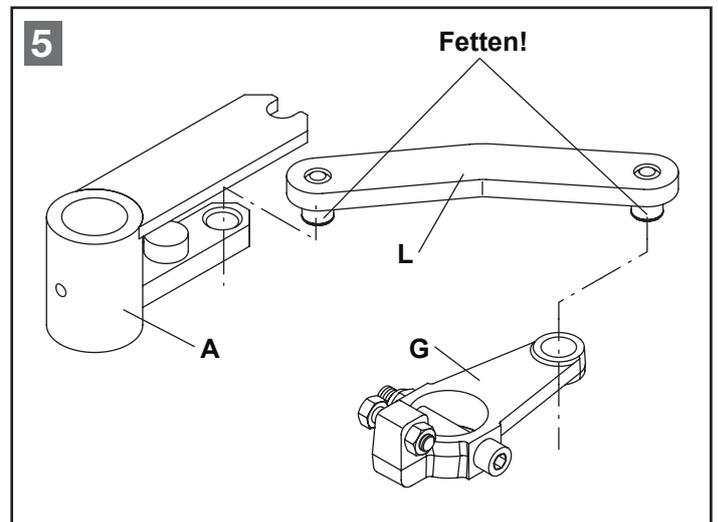

Bild 5 - Montage Hebelarm und Verbindungshebel
Den Verbindungshebel (L) zwischen dem Hebelarm (G) und dem Mitnehmer (A) einsetzen. Siehe „**Bild 5 - Montage Hebelarm und Verbindungshebel**“.